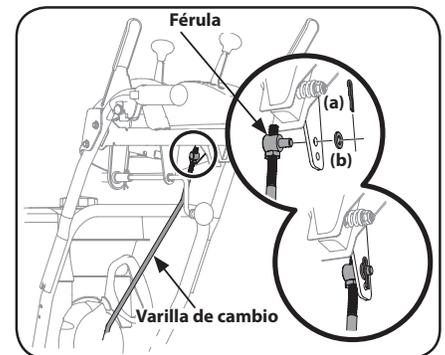

Figura 2-34
8. Extraiga el pasador de chaveta (a) y la arandela (b) de la férula que está en el extremo de la varilla de cambio. Consulte el recuadro Figura 2-34.